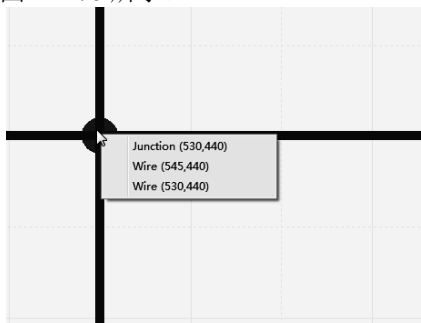

图 4-1-75 在手动节点上单击后弹出下拉菜单
① 执行菜单命令 Edit → Move → Move to Front，此时鼠标指针变为十字形。
② 将鼠标指针移至手动节点上并单击，此时会弹出一个下拉菜单，如图 4-1-75 所示。在下拉菜单中选择 Junction (530,440) 项。此时手动节点就会附着在十字形指针上。